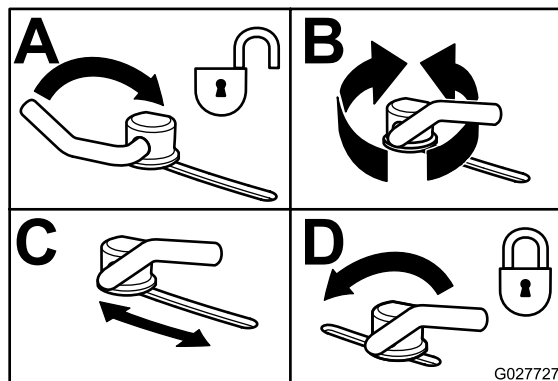

Figura 31
3. Para ajustar os bloqueios do excêntrico, rode a alavanca para cima para libertar o bloqueio do excêntrico (Figura 31).
5. Rode novamente a alavanca para apertar o abafador e os bloqueios do excêntrico (Figura 31).